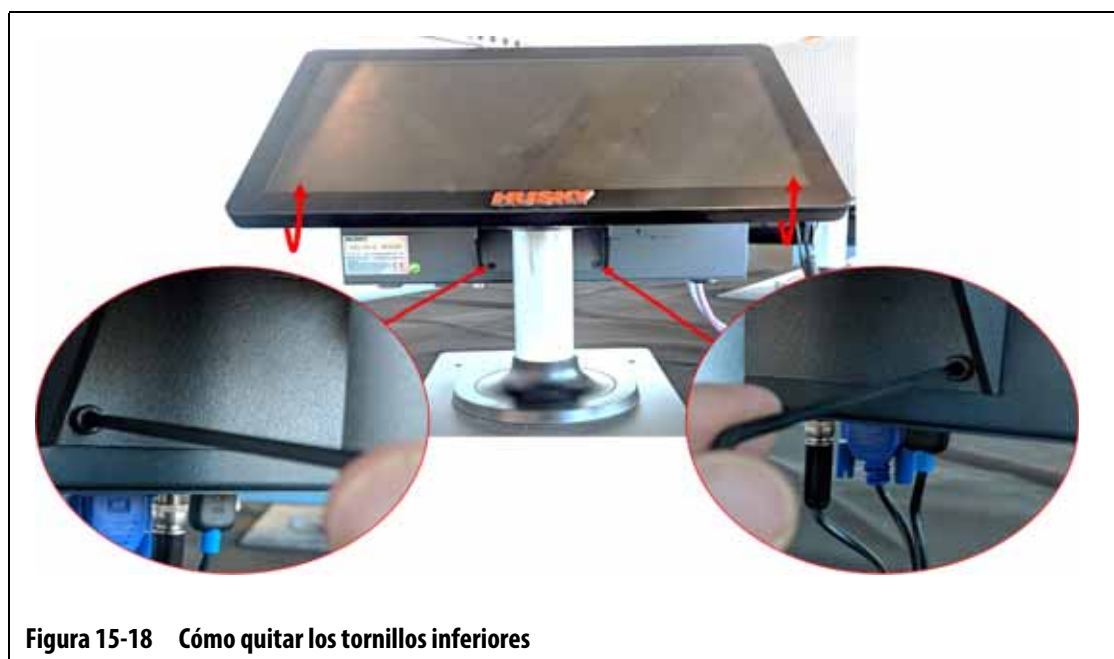

Figura 15-18 Cómo quitar los tornillos inferiores
5. Gire el monitor táctil para terminar de colocarlo en la posición posterior. Consulte la Figura 15-18.
6. Localice los dos tornillos inferiores que sujetan la unidad de control principal al soporte de montaje y retírelos completamente con una llave Allen en ángulo recto de 4 mm o una llave hexagonal. Consulte la Figura 15-18.
12. Gire el monitor táctil para terminar de colocarlo en la posición posterior. Consulte la Figura 15-18.